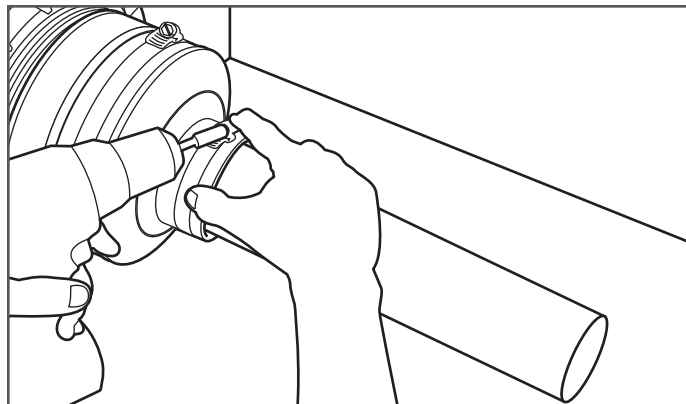

Figure 23-12
10. Serrez les brides de serrage à l'aide d'une perceuse/ tournevis à douille de 8 mm (5/16 po) (Figure 23-12).